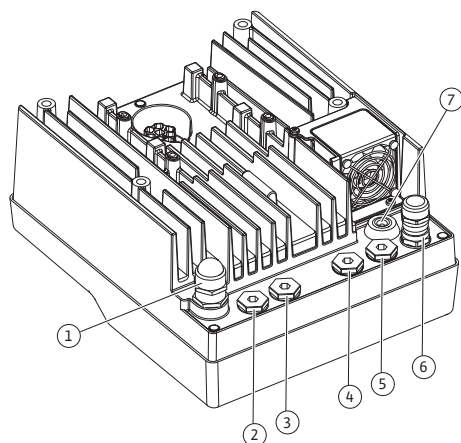
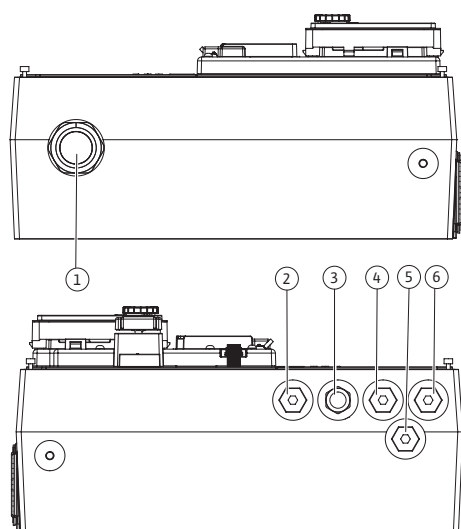

Fig. 21: Šroubení kabelu / prostupy kabelu (0,37 kW ... 7,5 kW)
Fig. 22: Šroubení kabelu / prostupy kabelu (11 kW ... 22 kW)
Na elektronickém modulu (Fig. 21) se nachází šest prostupů kabelu do prostoru svorkovnice. Kabel napájení elektrického ventilátoru na elektronickém modulu je namontován již z výroby.
Na jedné straně elektronického modulu (Fig. 22) se nachází pět prostupů kabelu do prostoru svorkovnice. Prostup kabelu pro napájení se nachází na druhé straně. Napájení elektrického ventilátoru elektronického modulu se nachází uvnitř a je namontováno z výroby.
Šroubení kabelu včetně těsnění jsou přiloženy jako sada k prostupům kabelu 2 až 5 (Fig. 21 a Fig. 22).
- Přívodní kabel protáhněte šroubením kabelu M25 (Fig. 21, poz. 1, pro 0,37 kW ... 7,5 kW).
Přívodní kabel protáhněte šroubením kabelu M40 (Fig. 22, poz. 4, pro 11 kW ... 22 kW).